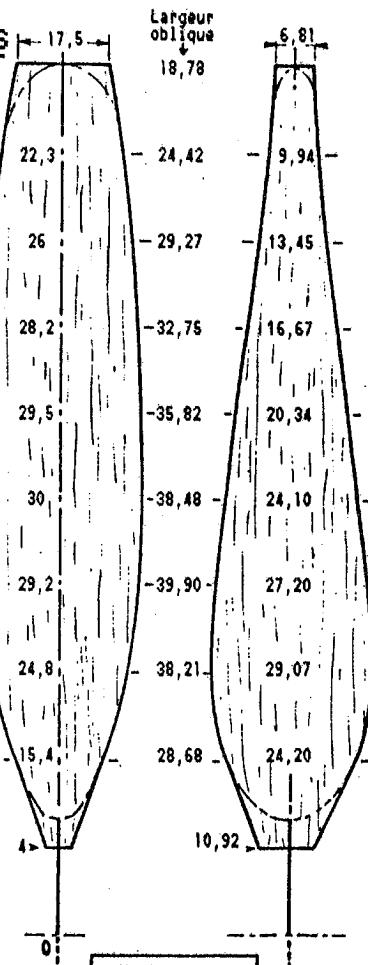

FIGURE 4
6) Après avoir vérifié la largeur de pale, dessiner plus précisément la vue de face du bloc afin de mesurer les largeurs l. Respecter les 30,9 mm à 0,7 R, la réduction à ≈ 20 mm en bout et le biseau jusqu'au centre. Evidemment si l'on a choisi de donner une forme de pale comme la **FIGURE 4**, vérifier la vraie largeur maxi L (39,9) au Rayon 0,4 R et dessiner autrement le pied de pale.
On peut, dans le cas de la **FIGURE 4**, en particulier -- hélice annulaire -- s'efforcer d'avoir un bord de fuite de pale plus vertical aux dessins des 2 vues, et mettre le pied de pale plus en arrière. On aurait ainsi une partie avant de pale plus large qui faciliterait le pas variable, plus grand au début du déroulement quand le couple est maximum.